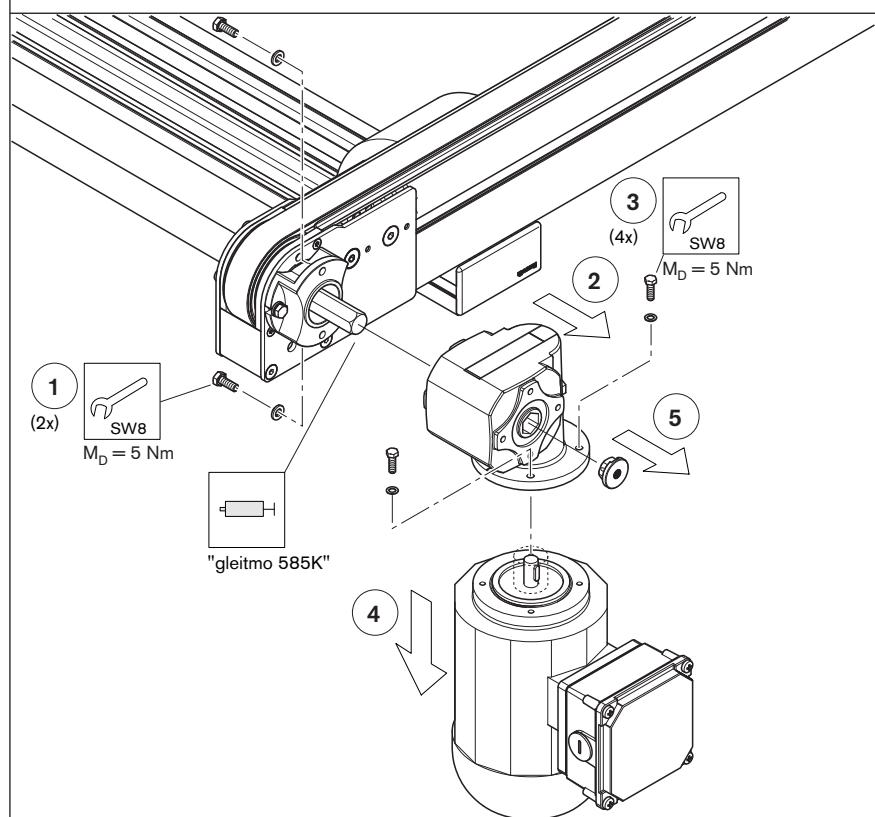

Fig. 20
- Aparelho de medição de frequência (C) com cabeçote de sensor (B) para a medição da tensão da correia.
- 2 Pinos ø4x40 mm (A).
Elevar a correia do perfil de guia, introduzir dois pinos ø4 mm (A) entre correia e perfil de guia (ver "Fig. 20").